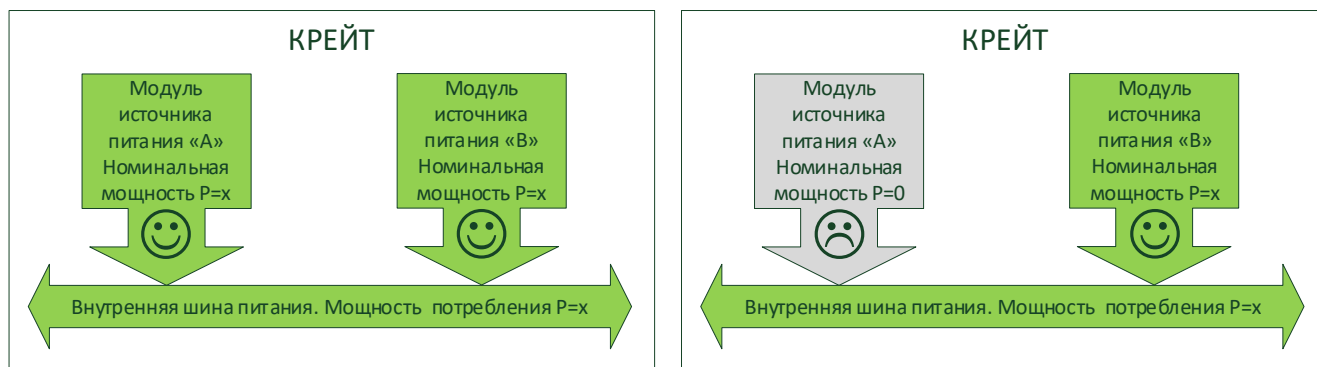

Рисунок 12 - Схема со 100% резервированием модулей источников питания
- 100% резервирование – когда в крейте присутствует два модуля ИП, каждый из которых полностью способен обеспечить электропитанием внутренних потребителей (Рисунок 12).